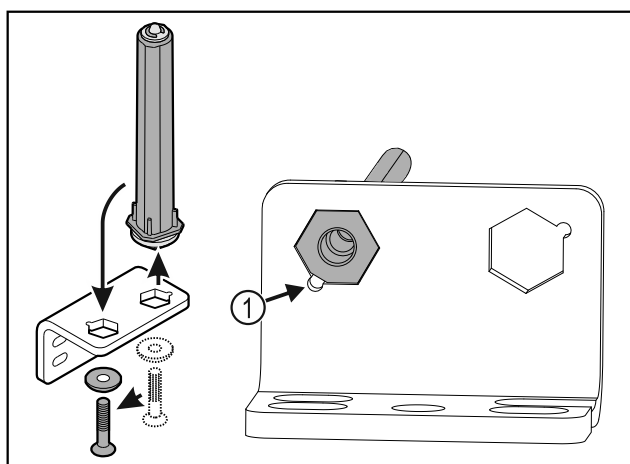

Fig. 26
- Проследите за тем, чтобы при установке скос пальца Fig. 26 (1) указывал в направлении круглого отверстия.